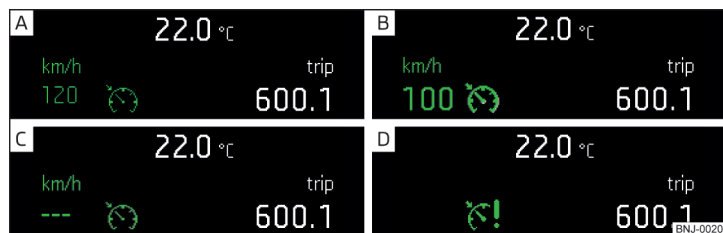
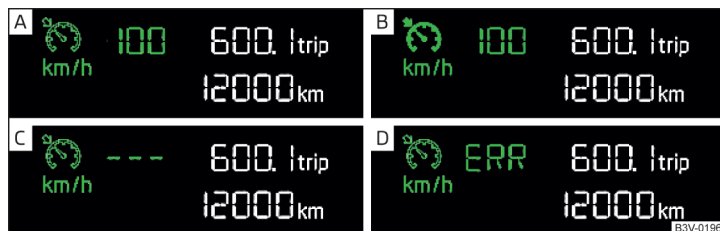

Fig. 252 Pantalla MAXI DOT (monocromática): ejemplos para el indicador de estado del GRA
Fig. 253 Pantalla de segmentos: ejemplos para el indicador de estado del GRA
**Indicador de estado del GRA » fig. 252, » fig. 253**